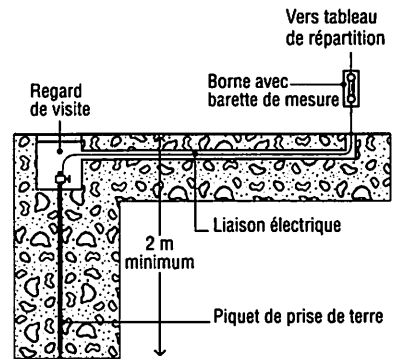

Fig. 33 : Piquet de terre et raccordement.
- Piquet à au moins 2 m de profondeur ou grillage, plaque métallique par exemple (fig. 33 et 34). Le câble ne doit pas être en contact avec le béton pour éviter les risques d'oxydation.